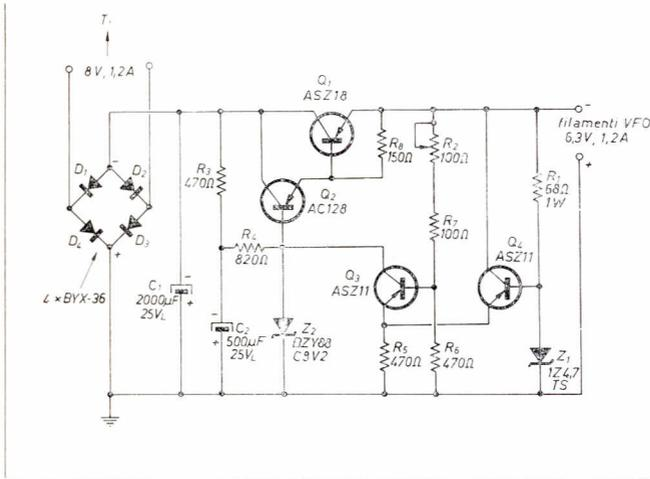

figura 3
Allo scopo di aumentare la stabilità del VFO di per se già elevata la tensione dei filamenti è stata stabilizzata utilizzando l'alimentatore stabilizzato il cui schema è riportato in figura 3.
Il trasformatore di alimentazione ( $T_1$  figura 3) non è stato inserito nel VFO perché è preferibile una sua sistemazione all'esterno del VFO stesso.
- 1) Prima di collegare l'alimentatore stabilizzato in figura 3 ai filamenti regolare  $R_2$  per una tensione di uscita di 6,3 V. Solo dopo avere effettuata questa regolazione l'uscita dell'alimentatore stabilizzato può essere collegata ai filamenti del VFO.